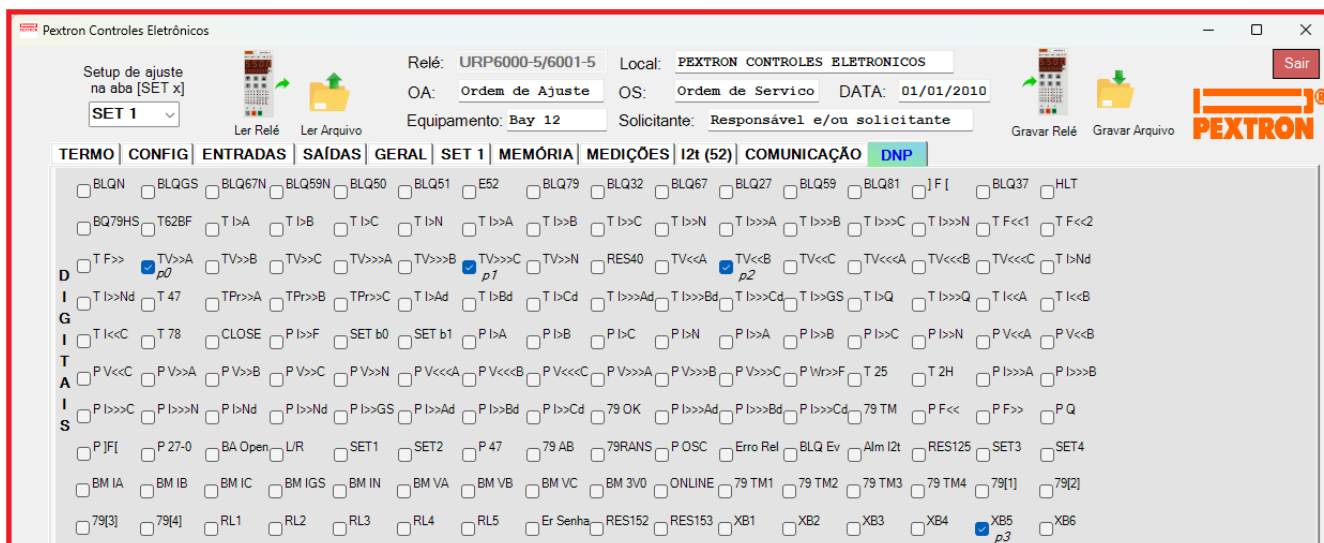

Fig. 21.12: Pasta DNP indicando os pontos seleccionados.
**Exemplo: Modo CONDENSADO** - Seleccionamos os itens TV>>>A, TV>>>C e TV<<<B (fig. 21.12). Na parte inferior direita do check Box aparece a indicação do ponto p0 ou p1 ou p2 sucessivamente.